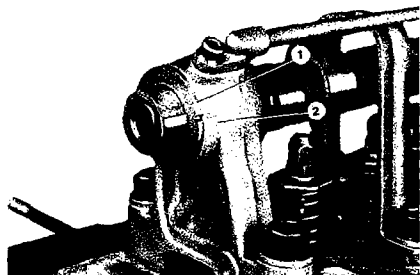

Figura 26. Marcas de referencia sobre el soporte del eje de levas y el extremo de éste en el lugar de la chaveta.
Por otra parte, el eje de levas debe llevar también unas marcas de referencia de un modo parecido a como se ve en la figura 26 que hay que hacer coincidir. Como puede verse, el extremo del eje de levas va provisto de una arandela de compensación (1) que se une al eje a través de una chaveta y cuya marca debe coincidir con la marca que existe en la pieza de apoyo del eje de